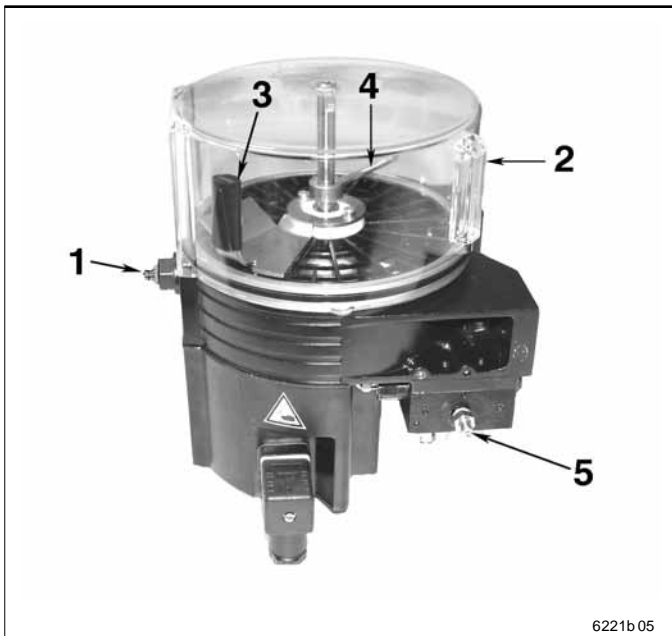

Abb. 14-1 Behälter bis zur Max. Markierung auffüllen
- Behälter über den Befüllnippel 1 (Abb. 14-1) bis zur „Max.“-Markierung füllen.